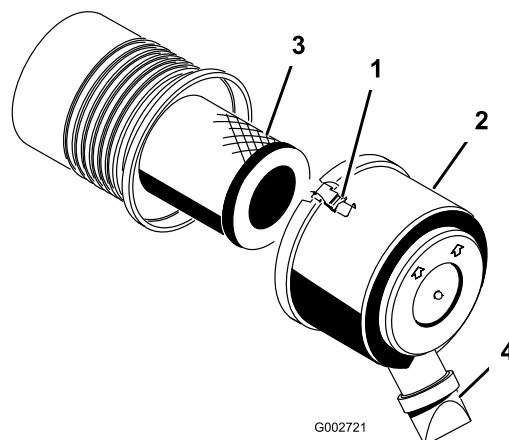

Figura 28
1. Rilasciate i fermi che fissano il coperchio del filtro dell'aria al relativo corpo (Figura 28).